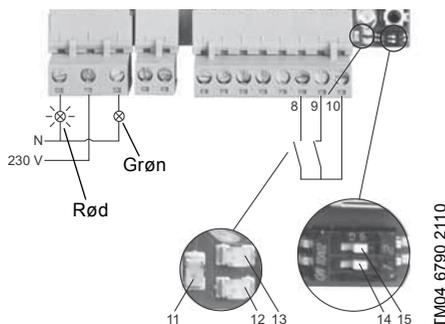

Fig. 10 Detektering af overløb
Se fig. 10.
Den grønne signallampe, som viser normal drift, er slukket. LED1 (pos. 11) blinker. Antallet af blink angiver den aktuelle alarm. Se afsnit 7.1.1 *Systemalarmer og -advarsler* og fig. 10.